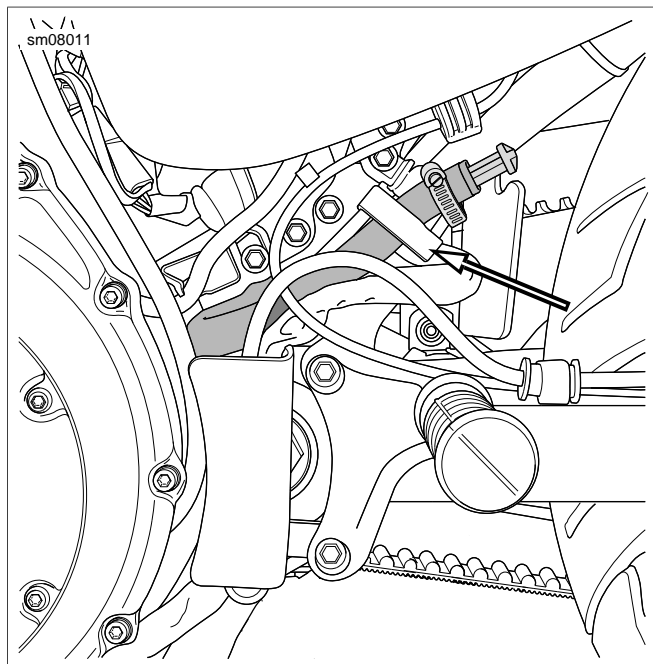

Abbildung 31. Ablassschlauchklemme
4. Siehe Abbildung 31. Die Klammer des Ablassschlauches vom Rahmenrohr abziehen.
10. Siehe Abbildung 31. Ablassschlauch entlang des Rahmenrohres führen.